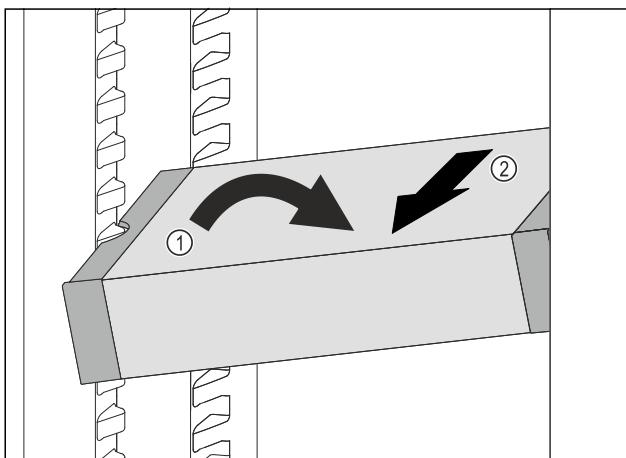

Fig. 99
- Расположите VarioSafe в холодильном отделении под наклоном. Fig. 99 (1)
► Извлеките VarioSafe движением вперед. Fig. 99 (2)